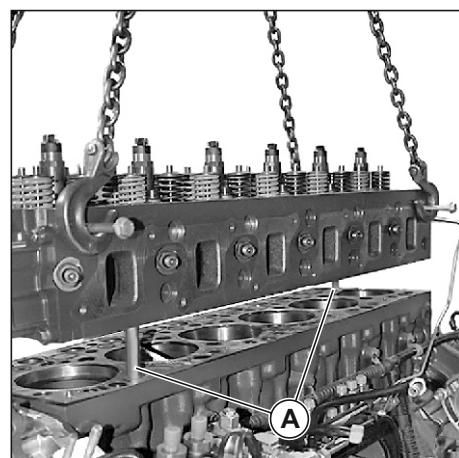
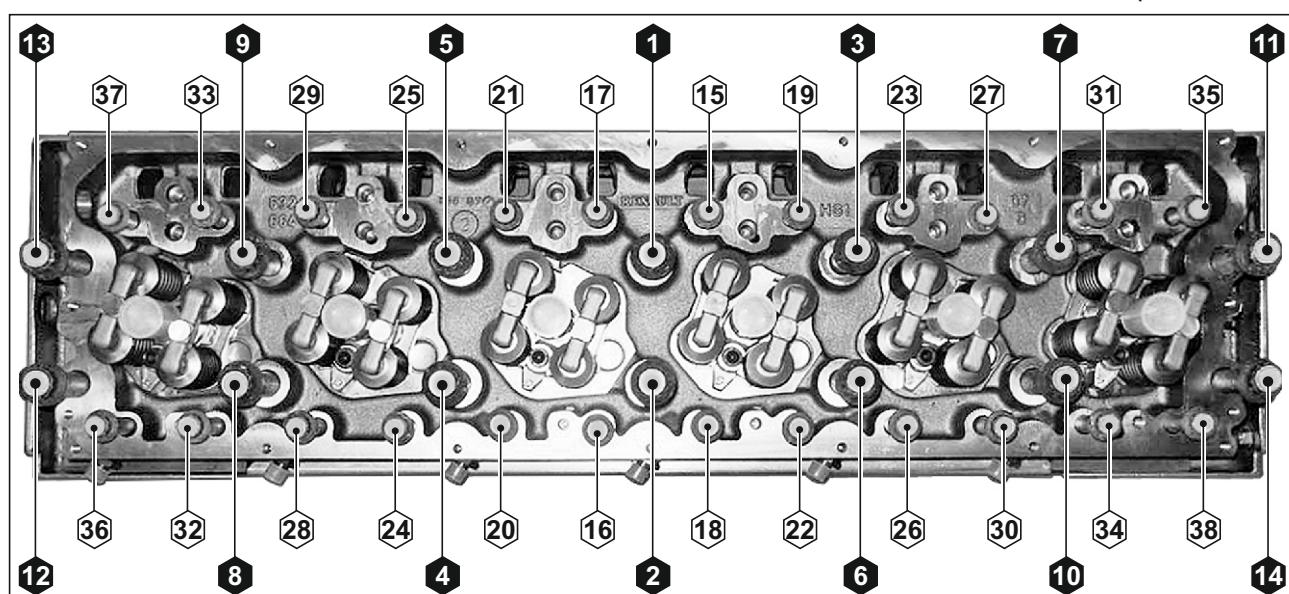

Рис. 122. Установка головки блока цилиндров.
Рис. 123. Порядок затяжки болтов головки блока цилиндров.
- Проверить наличие центровочных штифтов. (Использовать 2 винта без головок (A) с диаметром 14 мм, длинной 170 мм (см. Рис. 122)).
- Снять винты (A).
- Ввернуть болты крепления головки блока цилиндров и затянуть в порядке, указанном на Рис. 123.